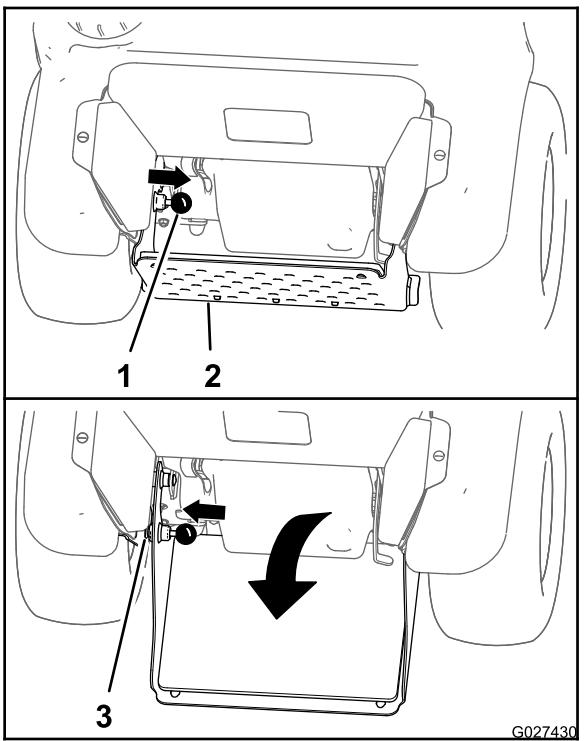

Figura 18
1. Tire hacia dentro el pomo de bloqueo de la plataforma hasta que el pasador salga del taladro superior del chasis (Figura 18).
2. Pivote la plataforma del operador hacia abajo hasta que el pasador de bloqueo de la plataforma esté alineado con el taladro inferior del chasis (Figura 18).
3. Mueva el pomo de bloqueo de la plataforma hacia fuera hasta que el pasador sobresalga del taladro inferior (Figura 18).
2. Pivote la plataforma del operador hacia arriba hasta que el pasador de bloqueo de la plataforma esté alineado con el taladro superior del chasis (Figura 18).
3. Mueva el pomo de bloqueo de la plataforma hacia fuera hasta que el pasador sobresalga del taladro superior (Figura 18).